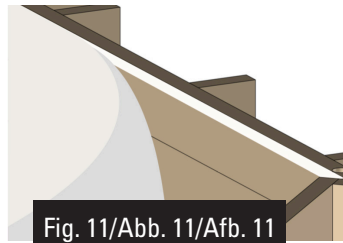

Fig. 11/Abb. 11/Afb. 11
- Dérouler le feutre en alignant sur le bord des madriers supérieurs. (figure 11)
- Entrollen Sie die Decke und richten Sie sie am oberen Rand der oberen Bretter aus (Abb. 11).